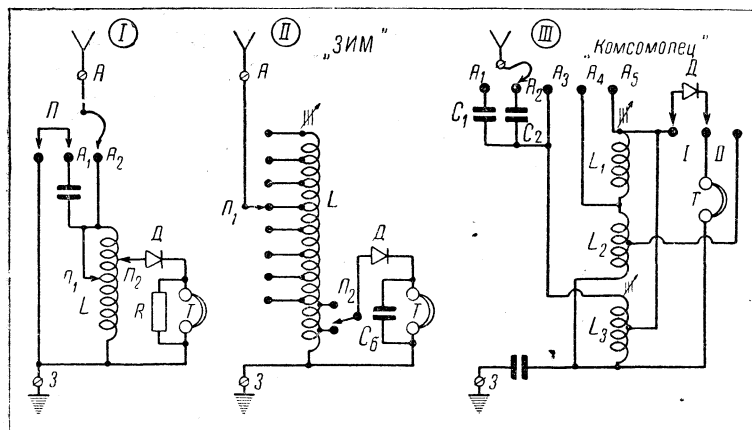

Рис. 5
На рис. 5 изображены принципиальные схемы наиболее распространенных фабричных детекторных приемников «Волна» (I), «Зим» (II) и «Комсомолец» (III). В первом приемнике настройка контура производится переключением витков катушек при помощи ползунков  $\Pi_1$  и  $\Pi_2$ . Конструктивно катушка выполнена так, что достигается очень плавное изменение настройки контура и величины детекторной связи. Переход с диапазона более коротких волн на диапазон длинных волн осуществляется переключением антенны из гнезда  $A_1$  в гнездо  $A_2$  и замыканием перемычки  $\Pi$  двух левых гнезд. К приемнику «Волна» обычно прилагаются пьезотелефоны, поэтому их гнезда зашунтированы не емкостью, а сопротивлением  $R$ .